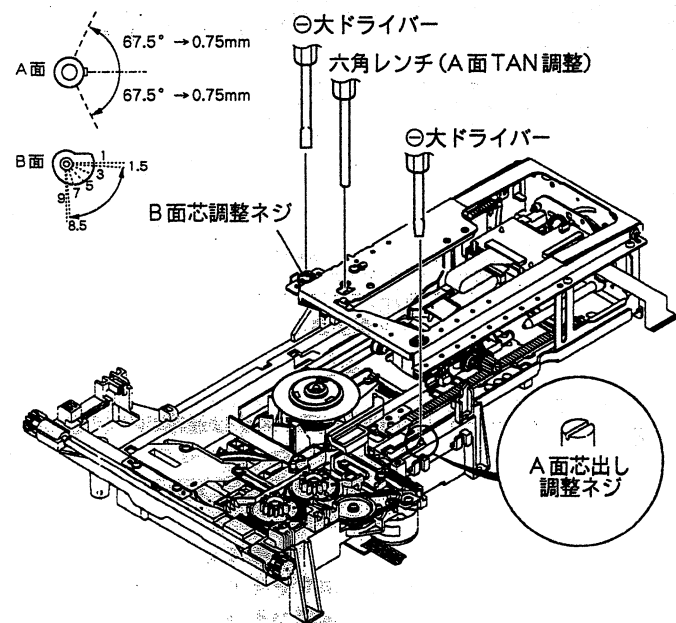

図3 メカASSY調整図
②カムサンド (図3) を矢印方向に押しながらSKIP REV (◀◀) キーを押す。